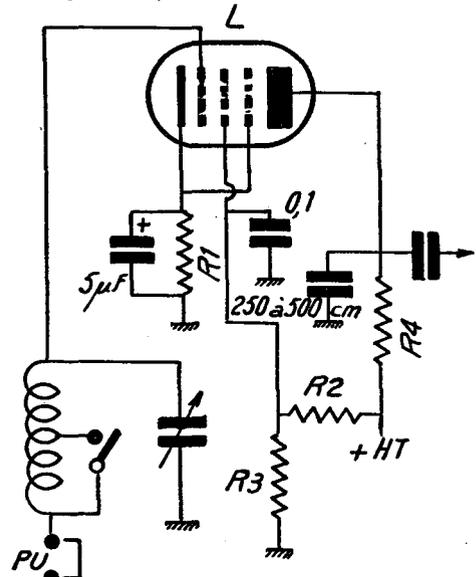

FIG. 16. — Schéma général d'une détectrice « plaque », attaquée par le secondaire d'un transformateur HF.
**Détectrice plaque.** — Elle est souvent employée dans les récepteurs simples et bon marché, surtout ceux à amplification directe. La figure 16 nous donne le schéma général d'une détectrice « plaque » après un transformateur HF. Rien n'est changé s'il s'agit d'un transformateur MF.